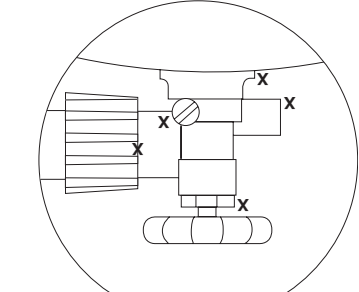
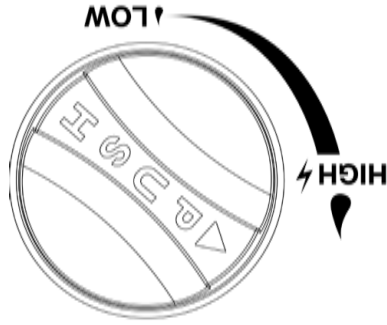

Figura 4
Figura 3
2. Asegúrese de que las perillas de control están en la posición "OFF" (apagado). Vea la Figura 3.
3. Abra el gas (ON) desde la válvula del tanque.
4. Aplique con una cuchara la solución de verificación de escapes en todas las ubicaciones marcadas con "X" (vea la Figura 4).
3. Todas las perillas tienen que estar en la posición "OFF" (apagado). Vea la Figura 4.